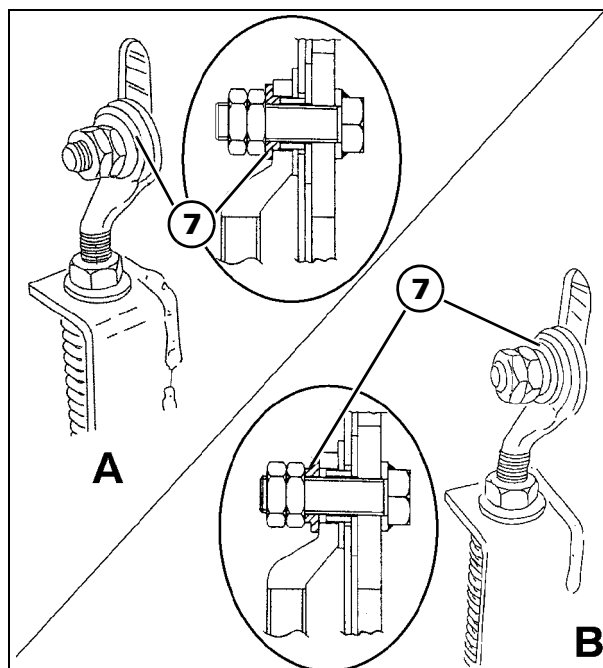

Рис. 21
- a) С помощью натяжителя (1) отрегулировать передний ролик (6) так, чтобы зазор "А" между планками цепи транспортера и нижней частью транспортера составлял 35–40 мм.
- a) При помощи натяжителя (1) установить передний ролик (6) так, чтобы зазор "А" между планками цепи транспортера и нижней частью транспортера составлял 70 мм.
- b) Застопорить передний ролик, с обеих сторон вращая в обратном направлении распорное кольцо (7). Рис. 21-А указывает на положение втулки (7) качания ролика. Рис. 21-В указывает на положение втулки (7) блокировки ролика.